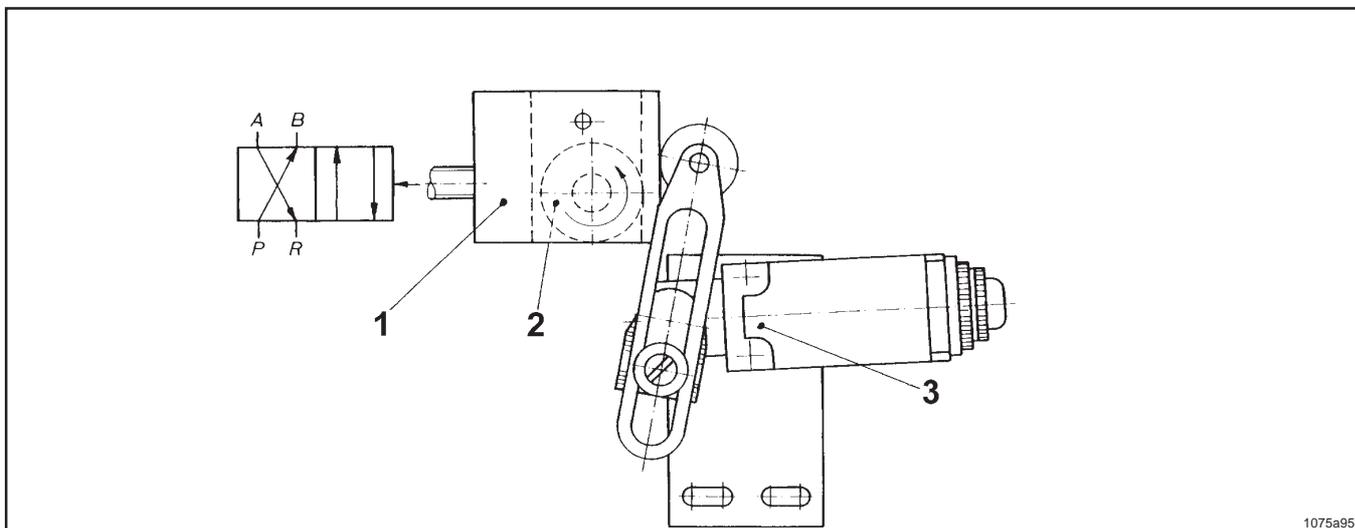

Abb. 10: Kolbenendlage 2 (Kulisse ausgefahren)
- Einstellungen nach Abb. 10 überprüfen:
Kolbenendlage 2: nach Abb. 10 untere Aussenkanten von Kugellager und Kulissee müssen fluchten. (Toleranz: Kugellager-aussenkante kann bis zu 1 mm tief unter der Kulissee liegen. Werden die beiden Kugellagerstellungen überfahren oder bleibt das Kugellager vor Erreichen der Stellungen stehen: Maß $20_{-0,5}$ überprüfen und gegebenenfalls einstellen. Kugellager stoppt vor Erreichen der Stellung in Kolbenendlage 1 und überfährt Stellung in Kolbenendlage 2: Positionsschalter zur Kulissee hin verschieben. Kugellager überfährt Stellung in Kolbenendlage 1 und stoppt vor Erreichen der Stellung in Kolbenendlage 2: Positionsschalter von der Kulissee weg verschieben.